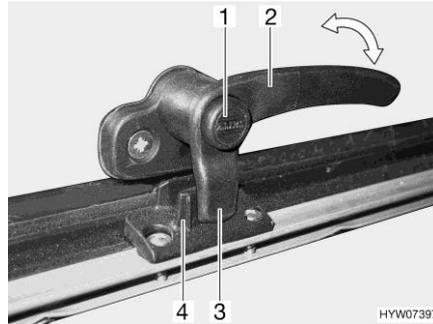
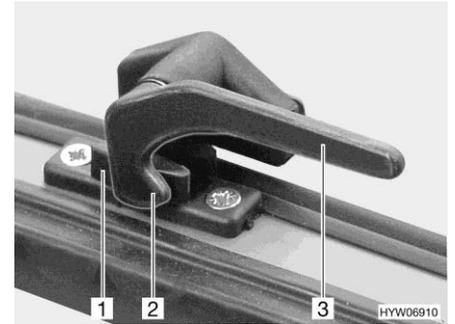

Fig. 96 Lever de verrouillage avec bouton de sécurité en position "Fermé"
Fig. 97 Lever de verrouillage en position "Fermé"
- S'il existe, appuyer sur le bouton de sécurité (Fig. 96,1) et le maintenir enfoncé.
- Tourner le levier de verrouillage (Fig. 96,2 ou Fig. 97,3) d'un quart de tour vers le centre de la fenêtre.
- Tourner le levier de verrouillage (Fig. 96,2 ou Fig. 97,3) d'un quart de tour vers le cadre de la fenêtre.
- Le tenon de verrouillage (Fig. 96,3 ou Fig. 97,2) du levier de verrouillage repose complètement sur le côté intérieur du verrouillage de fenêtre (Fig. 96,4 ou Fig. 97,1).
- En position "Fermé" (Fig. 96 et Fig. 97)